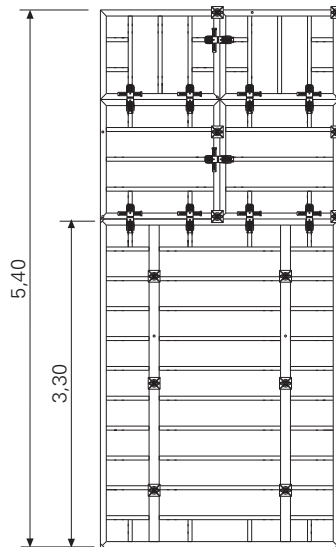

Fig. B1.07a
Qualora le unità sovrapposte superino i 5,40 m, i giunti tra gli elementi possono essere assicurati con la morsa BFD (20). (Fig. B1.07a + b)